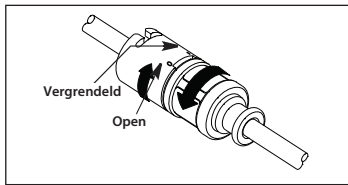

Afbeelding 2
- a. Als u een katheterverontreinigingsbescherming met een Tuohy-Borst-adapter (indien meegeleverd) gebruikt, steekt u de tip van de gewenste katheter door het uiteinde van de katheterverontreinigingsbescherming met de Tuohy-Borst-adapter. Voer de katheter op door de slang en het aansluitstuk aan het andere uiteinde (zie afbeelding 2).